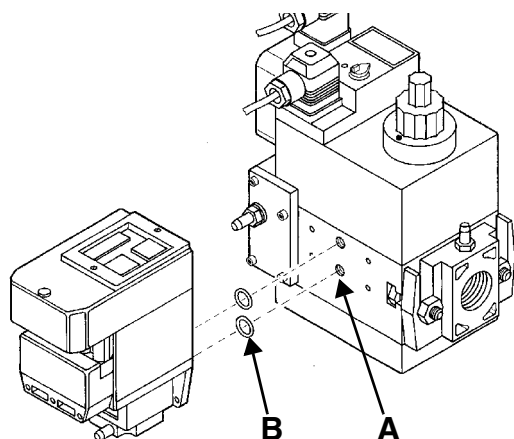
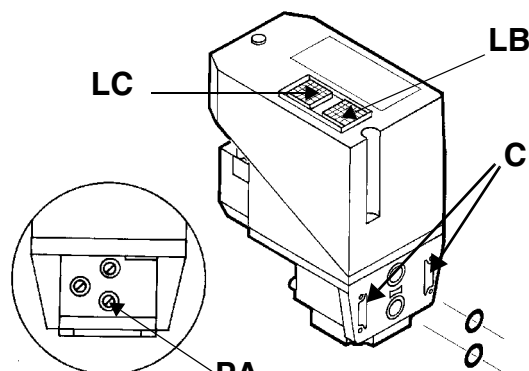

Fig. 13
Fig. 14
- 3 Demontati dopurile suruburilor de la grupul rampa Multibloc (Fig. 13 - pozitia A) ;
- 4 Introduceti inele de etansare (10,5 x 2,25) in blocul VPS 504 (Fig. 14-B, Fig. 13 - pozitia B) ;
- 5 Strangeti cu suruburile 3, 4, 5, 6 (M4 x16) conform cu Fig. 13 - pozitia C ;
Daca se doreste monitorizarea testarii , instalati un manometru la priza de presiune **PA** (Fig. 14) .. Daca ciclul de testare este satisfactor, dupa cateva secunde se aprinde lampa de consens **LC** (galbena) . In caz contrar se aprinde lampa de blocare **LB** (rosie). Pentru a reporni, este necesara deblocarea echipamentului prin apasarea butonului cu iluminare **LB**.